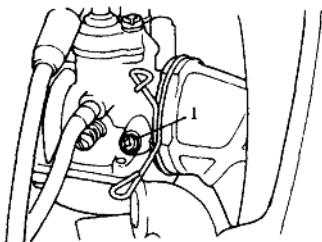

图 1-15 混合气调整螺钉
(4)将混合气调整螺钉 1 (见图 1-15)右旋并轻轻拧到底,然后逆时针方向退出 $1\frac{3}{4}$ 圈。